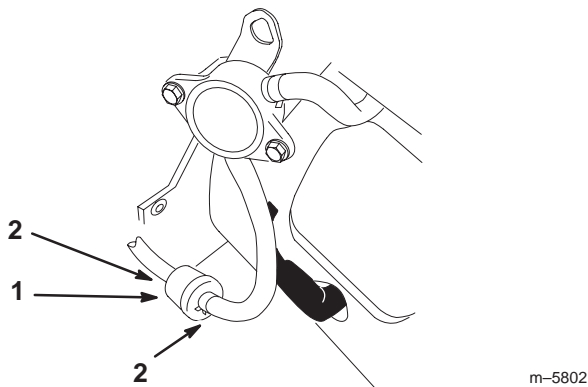

Figure 41
- Pincez les extrémités des colliers et faites glisser ceux-ci pour les éloigner du filtre (Fig. 41).